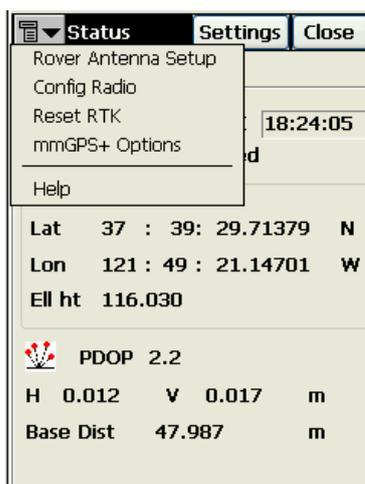

Рис. A-22. Опции mmGPS+
1. В окне **Status (Состояние)** (SRV > Status (SRV > Состояние)) нажмите на кнопку в левом верхнем углу экрана и в появившемся меню выберите **mmGPS+ Options (Опции mmGPS+)** (рис. A-22).